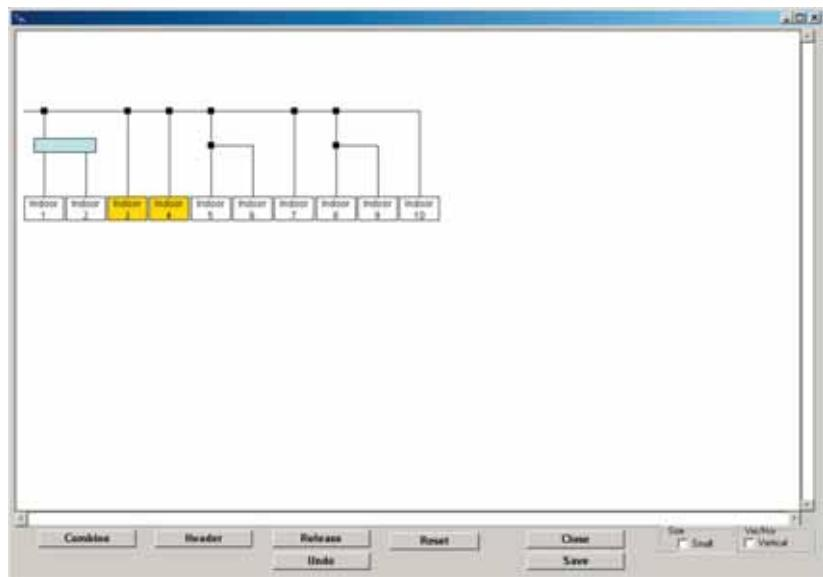

Рис. 6.4.1
- 4** Нажать кнопку "Разветвления" (Pipe Combine) (4). Откроется окно, изображенное на рис. 6.4.1. Выбранный внутренний блок (Indoor) будет выделен желтым цветом. Для объединения блоков следует выделить нужные и нажать кнопку "Объединить" (Combine). При нажатии кнопки "Гребенка" (Header) внутренние блоки будут подсоединенны к разветвителю-гребенки (выделено синим). Выбранное соединение можно разъединить кнопкой "Разделить" (Release). Для возврата к исходным параметрам нажать кнопку "Сброс" (Reset). После того, как параметры будут заданы, нажать кнопку "Сохранить" (Save). Откроется диалоговое окно подтверждения. При нажатии кнопки "Да" информация будет сохранена.